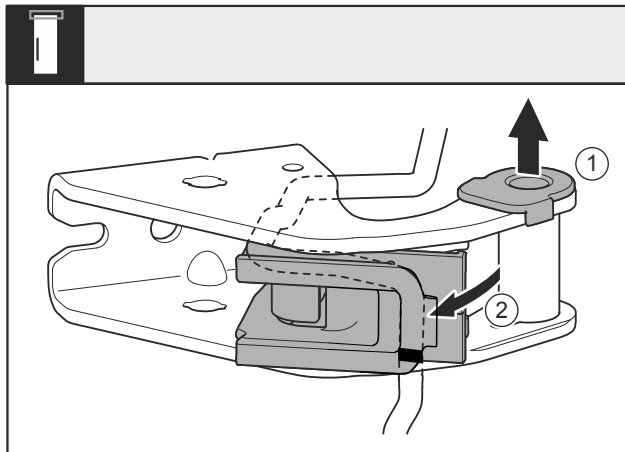

Fig. 27
- Lagerbuchse Fig. 27 (1) aus Führung ziehen.
- Kabelhalterung Fig. 27 (2) ausschwenken.